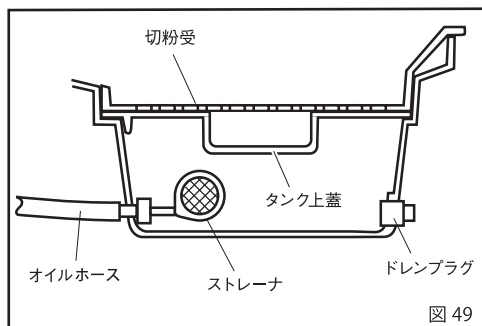

図 49
3. オイルタンクの清掃 (図49)
細かい切粉がタンク内にたまりますので、月に1回程度タンク内をきれいに掃除してください。(図49)